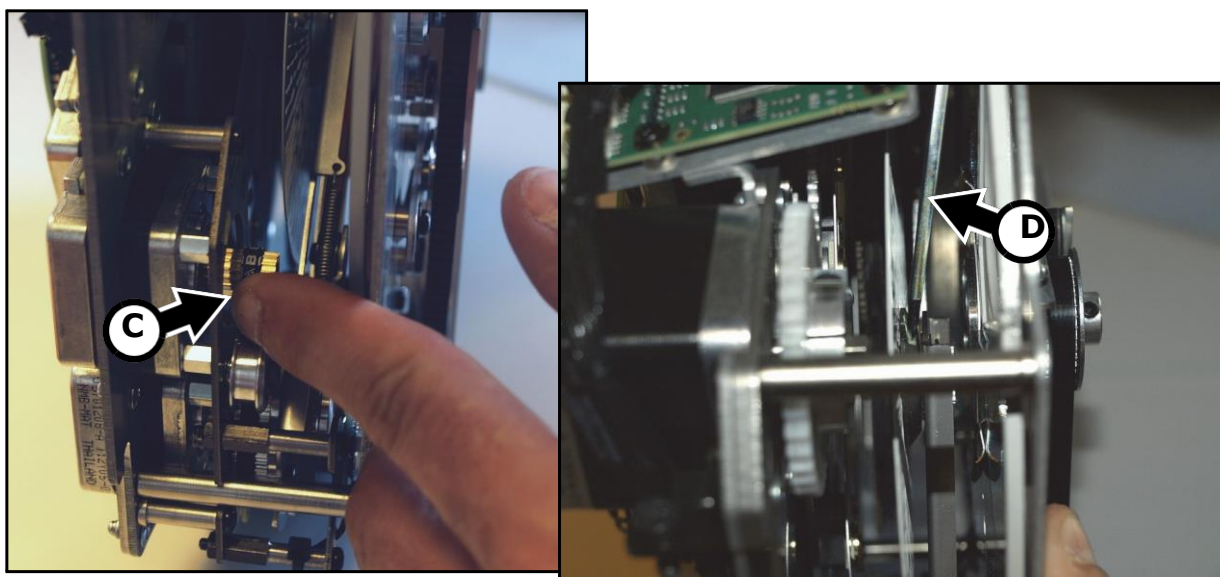

Рисунок 28: Снятие колеса анимации
5. См. рисунок 28. Проще всего получить доступ к шпонке, повернув шестерню (С) в системе позиционирования колеса анимации, чтобы выдвинуть колесо как можно ближе к краю модуля. С помощью плоской отвертки (D) аккуратно надавить на центр колеса анимации, чтобы осторожно поднять его со втулки, и таким образом снять его. С колесом надо обращаться очень осторожно. Следить, чтобы оно не погнулось при снятии и во время хранения.